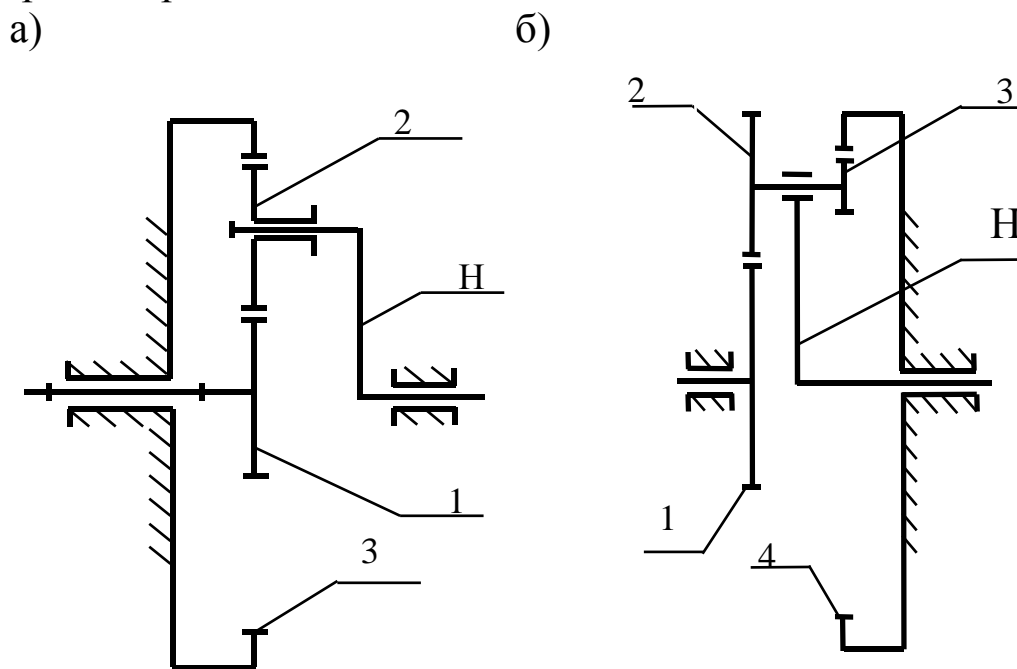
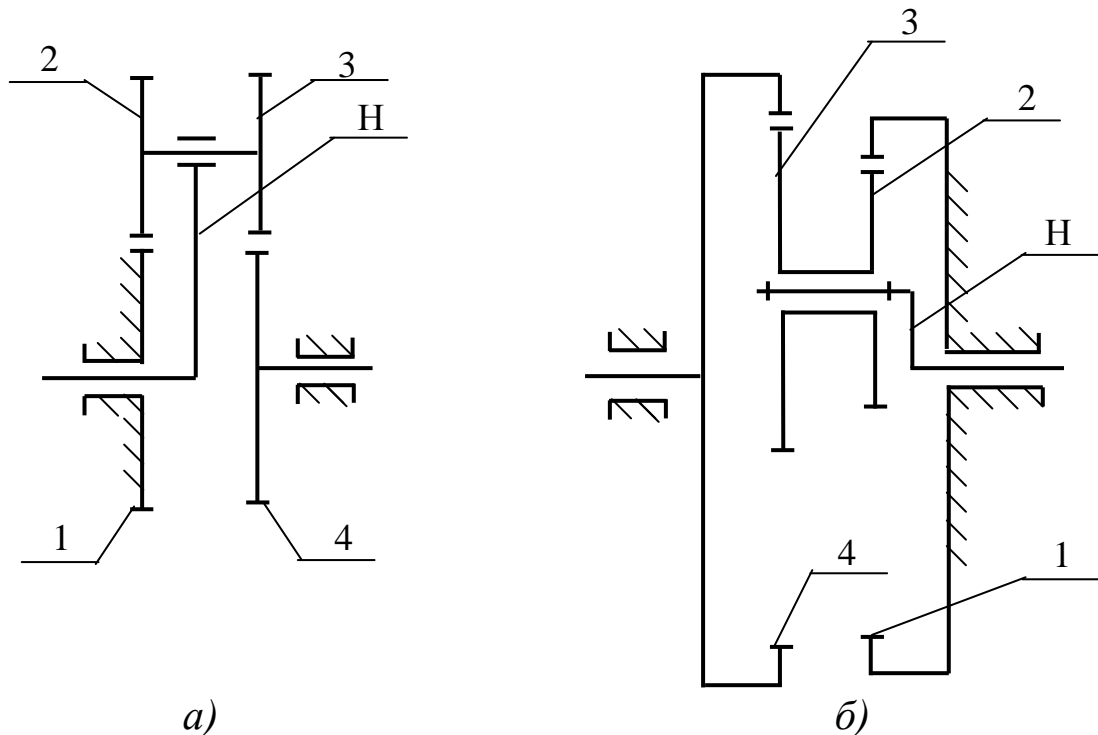

Рис. 2. Схемы планетарных зубчатых передач:
Рис. 3. Схемы планетарных зубчатых механизмов:
Простейшие кинематические схемы планетарных передач показаны на рис.2 и рис.3.
В расчётно-графических работах и курсовом проектировании по технической механике и теории механизмов и машин решаются задачи определения чисел зубьев колес планетарных зубчатых передач по заданному передаточному отношению $U_{пл}$. В зависимости от величины $U_{пл}$ сначала выбирается одна из схем, показанных на рис.2 или рис.3 с учётом рекомендаций [1]. При этом должны быть обеспечены минимальные радиальные размеры колес передачи и задан-
1. По величине передаточного отношения $U_{ПЛ}$ выбирается схема планетарного редуктора (рис.2 или рис.3).